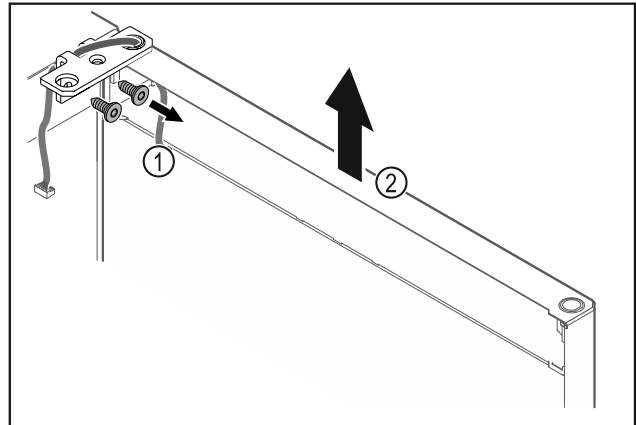

Fig. 14
- ▶ Scharnierwinkel Fig. 14 (1) abschrauben.
- ▶ Tür inklusive Scharnierwinkel Fig. 14 (2) circa 200 mm (7.87 in) gerade nach oben heben und abnehmen.